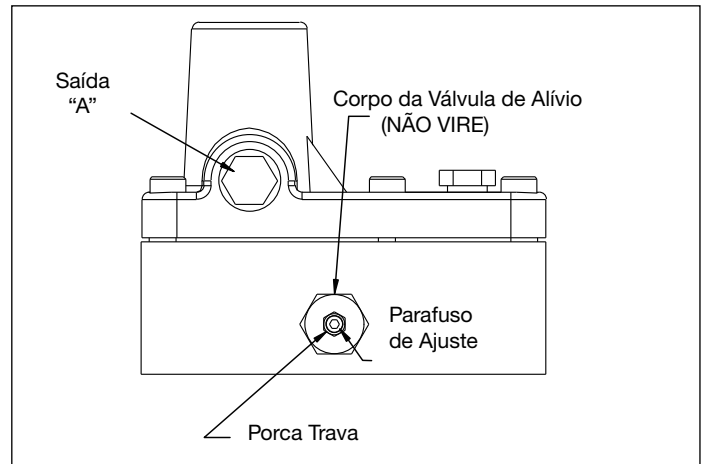

Figura 11, Válvula de Alívio - VM22
1. Instale um manômetro de 0-1,035 bar [0-15,000 psi] na saída "A" (ver Figura 11).